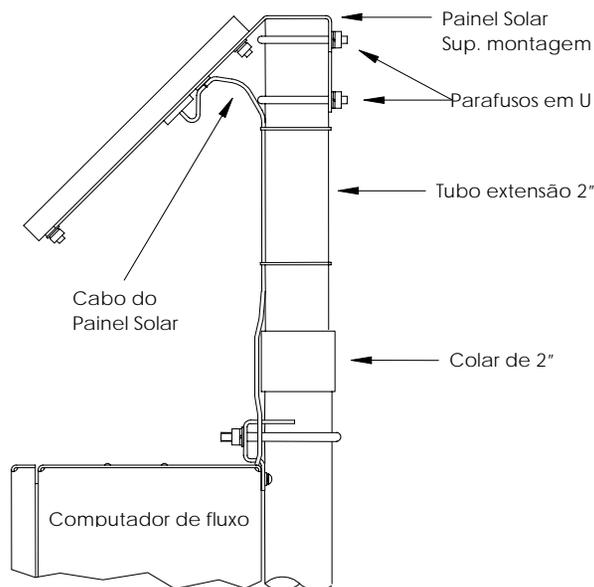

Figura 4 (Montagem do Painel Solar)
1. Acople o colar do tubo de 2" à extremidade superior do tubo de montagem do μ FLO. Aperte com firmeza. (Ver Figura 4)